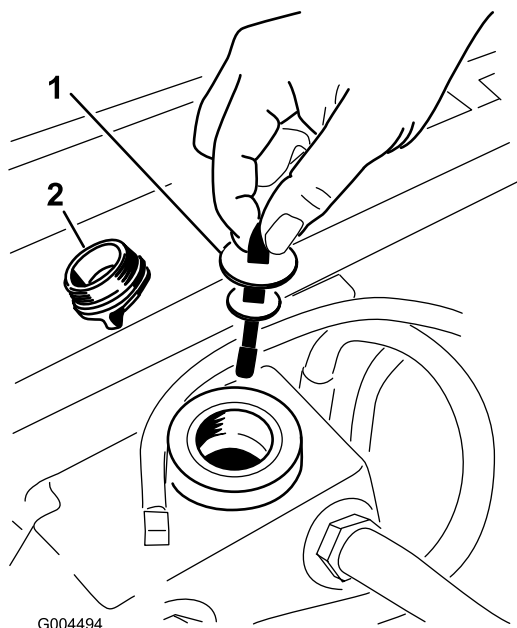

Figura 63
5. Togliete il tappo di riempimento del fluido idraulico dal collo del bocchettone (Figura 63).
6. Togliete l'asta di livello ed asciugatela con un panno pulito (Figura 63).
7. Inserite l'asta di livello nel collo del bocchettone, quindi estraetela e controllate il livello del fluido (Figura 63).